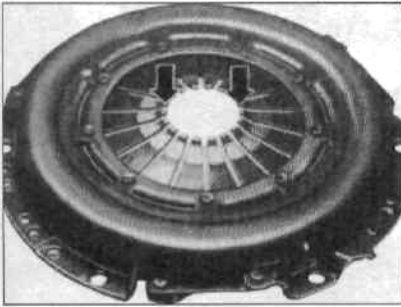

Рис. 5.4 Исследуйте концы диафрагменной пружины сцепления (Глава 5)
- 5 Проверьте состояние лепестков диафрагменной пружины. Если глубина задираания превышает 0.3 мм, необходимо установить новую сборку покрытия (рис. 5.4).